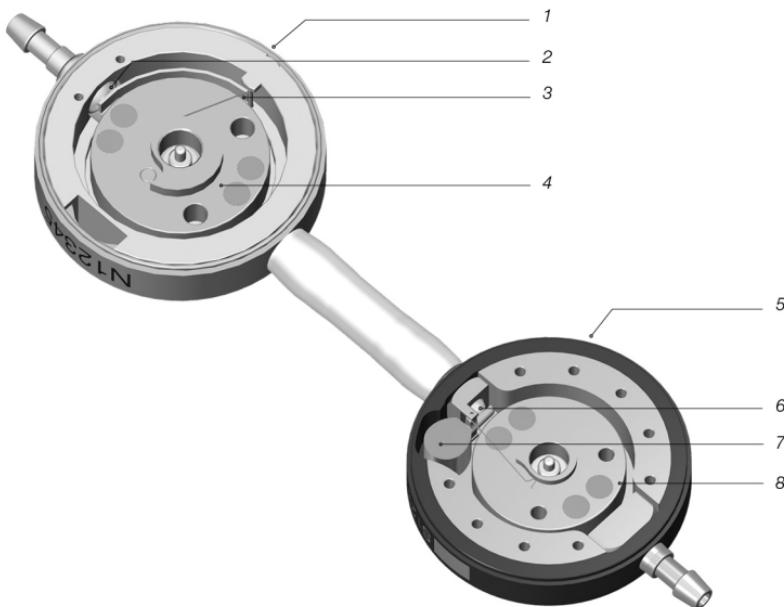

Fig. 1: Vu en coupe de la M.blue plus
M.blue plus est une valve fabriquée en titane. Elle se compose d'une unité de pression différentielle ajustable (également appelée ci-après *proGAV2.0*) et d'une unité gravitationnelle ajustable (également appelée ci-après *M.blue*) (fig. 1). L'unité de pression différentielle ajustable située dans la partie proximale de la valve (1) se compose d'un robuste boîtier en titane dans la partie avant duquel a été intégrée une valve de bille-dans-cône confirmée (2).